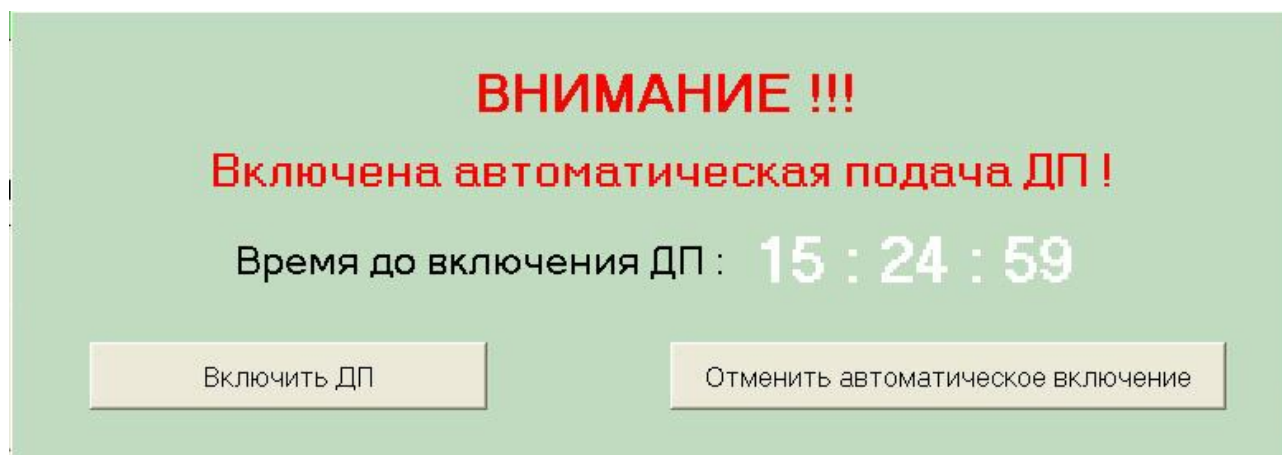

Рисунок 17 - Таймер до автоматической подачи ДП
7.11 После подтверждения запроса «Отключение ДП», произойдет выключение питания и на рабочей области программы появится окно с обратным отсчетом до автоматической подачи дистанционного питания. (См. Рисунок 17).